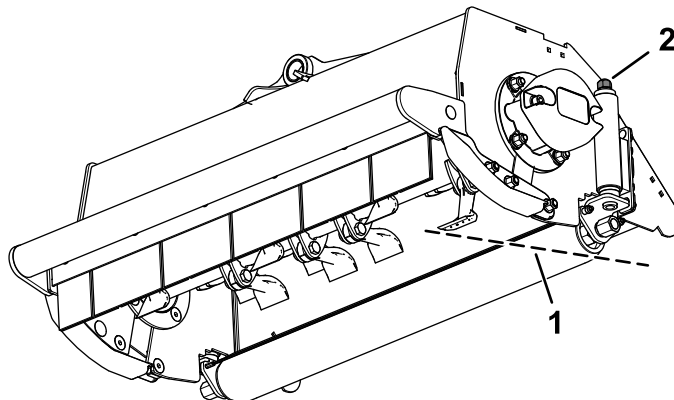

Figure 26
- Tournez l'écrou de réglage aux deux extrémités dans le sens horaire pour réduire la hauteur de coupe ou dans le sens antihoraire pour augmenter la hauteur de coupe (Figure 26).